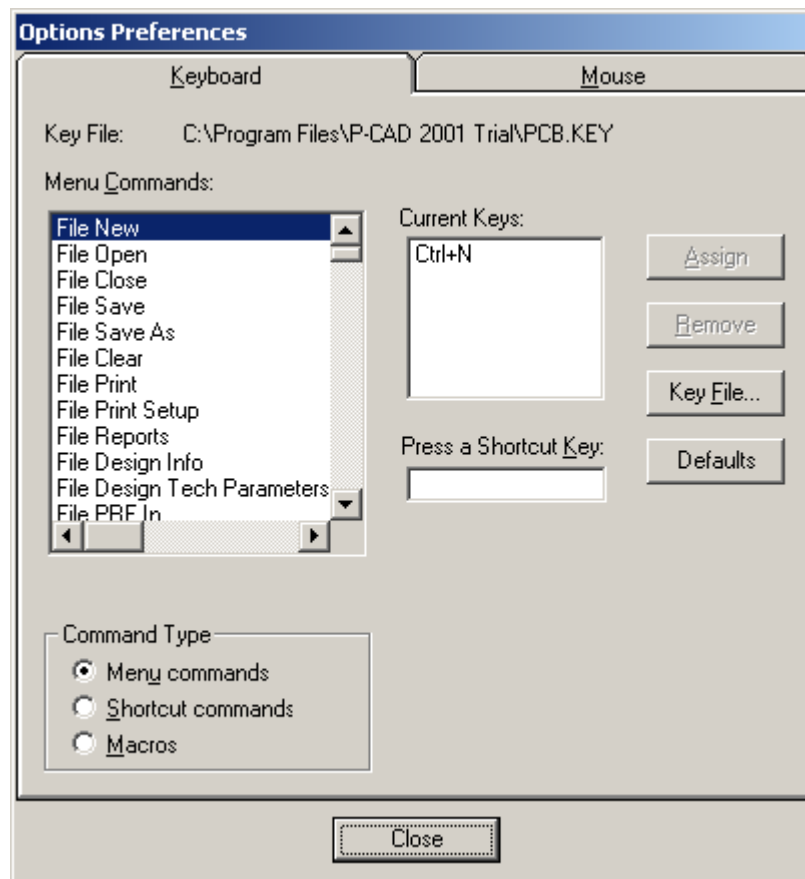

Рис. 11 Команда **Options Preferences** вкладка **Keyboard**
6.1 Выберите команду **Options**→**Preferences**, перейдите на вкладку **Keyboard** и ознакомьтесь с окном настройки параметров клавиатуры (рис. 11).